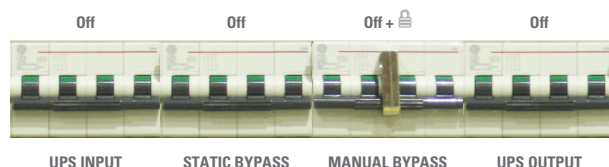

Fig. 9. Posición de los interruptores del cuadro de bypass en «Fuera de servicio» (con un SAI).
- Comprobar que todos los interruptores de la línea que alimenta el cuadro de bypass, los del propio cuadro (ver Fig. 9 o 10 según caso) y del SAI o SAI's están en posición «Off».
- Accionar los interruptores «UPS INPUT» y «UPS OUTPUT» del cuadro de bypass a posición «Off». Si además dispone de línea de bypass independiente (-B), accionar también el interruptor «STATIC BYPASS» del cuadro a posición «Off». En la ilustración de la Fig. 9 se muestra la posición en que deben encontrarse los interruptores del cuadro después de la operatoria.